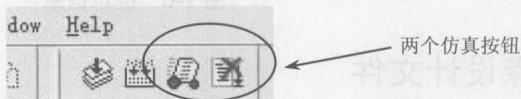

图 1-11 利用快捷工具栏仿真
(1) 开始仿真。仿真的方式有很多，这里采用最简单的方式，单击快捷栏的仿真按钮开始仿真，如图 1-11 所示。左侧的按钮是开始仿真，右侧的按钮是停止仿真。